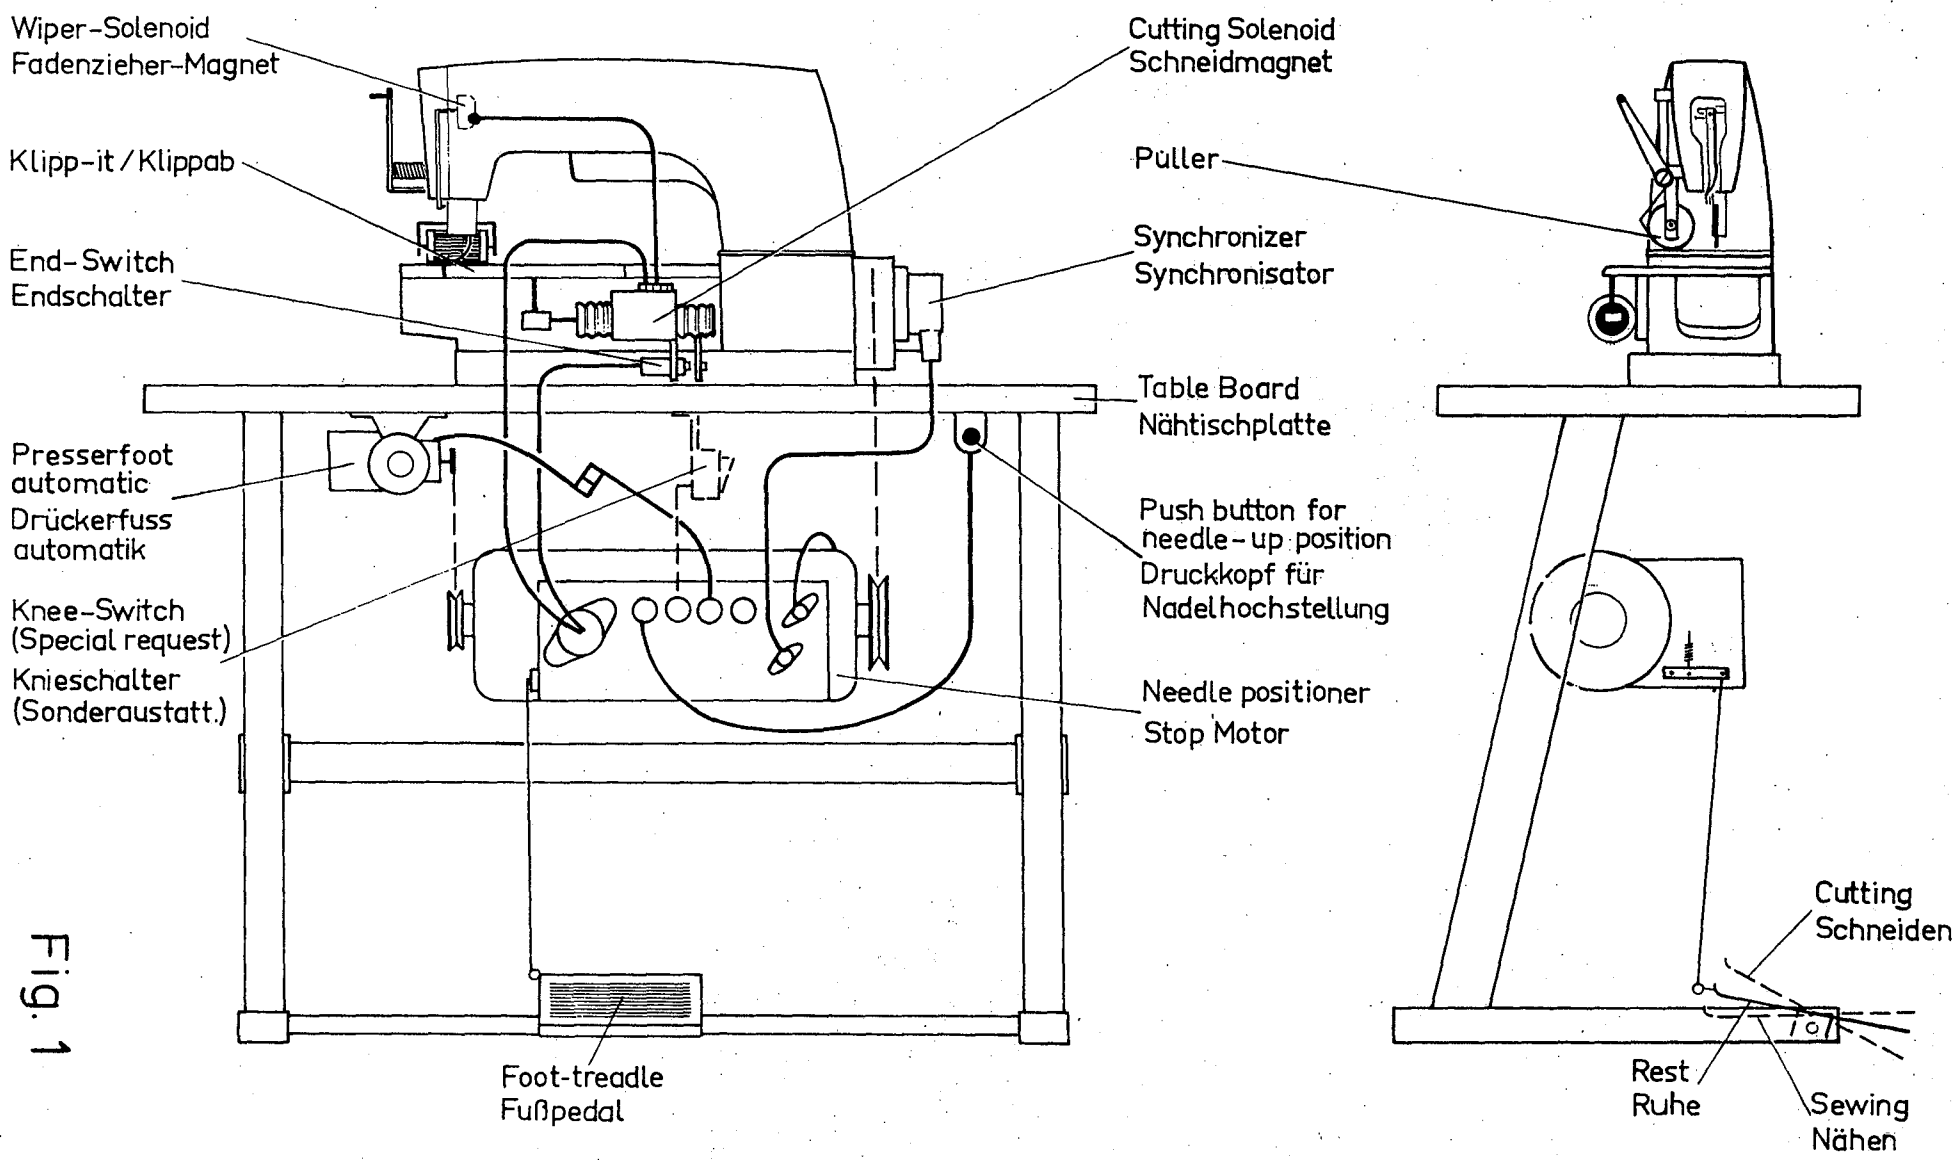

Fig. 1
As shown on Fig. 1 the following parts are mounted on the sewing machine:
It is possible to lift the presser foot without cutting the threads by pressing first the push button, which raises the needles, and heeling the treadle. This is necessary for matching seams or ends of garments. For operations which need a frequent matching of garment it is recommended to install an additional knee switch Part No. 998-338 (dotted line Fig. 1), which allows to lift the presser foot also in needle down position.
Wie aus der Übersichtsskizze Fig. 1 ersichtlich, sind an der Nähmaschine:
Der Drückerfuß kann ohne Fädenabschneiden geliftet werden, indem man erst den Drucktaster drückt (also die Nadeln in Hoch bringt) und erst dann das Pedal rückwärts tritt. Dies ist nötig, wenn man die Ware nachregulieren will. Für Arbeiten, die oft-maliges Nachregulieren erfordern, kann zusätzlich ein Knieschalter Teil Nr. 998-338 eingebaut werden (gestrichelt Fig. 1). Durch Betätigung des Knieschalters kann der Drückerfuß auch in Nadeltief geliftet werden.
1. Install machine, synchronizer, motor and presser foot lifter according to Fig. 1. All cables between machine, sewing table and motor are equipped with quick disconnect plugs. Start to operate the machine, when all plugs are connected.
1. Installieren Sie die Maschine, Synchronisator, Motor und Drückerfußautomatik nach Fig. 1. Alle Anschlüsse zwischen Maschine, Tisch und Motor sind schnell lösbare Steckverbindungen. Nehmen Sie die Maschine erst dann in Betrieb wenn alle Stecker eingesteckt sind.
- b) The thread wiper has to be adjusted (see item 11) before it is connected to the solenoid according to Fig. 1 a.
- b) Der Fadenzieher darf erst nach erfolgter Einstellung (siehe Punkt 11) am Magnet nach Fig. 1 a angeschlossen werden.